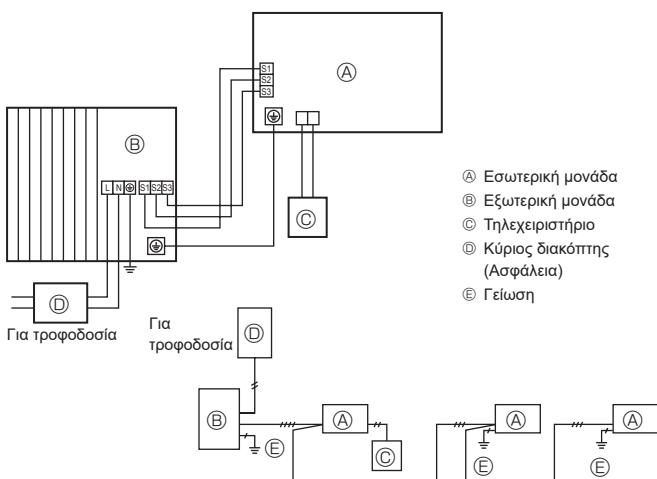
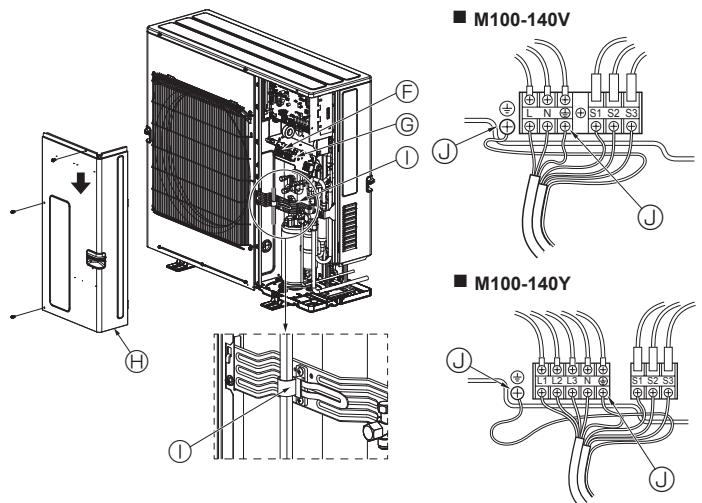

Fig. 6-1
Fig. 6-2
6.1. Εξωτερική μονάδα (Fig. 6-1, Fig. 6-2)
① Αφαιρέστε το πλαστικό συντήρησης.
② Συνδέστε τα καλώδια που αναφέρονται στην Fig. 6-1 και στην Fig. 6-2.